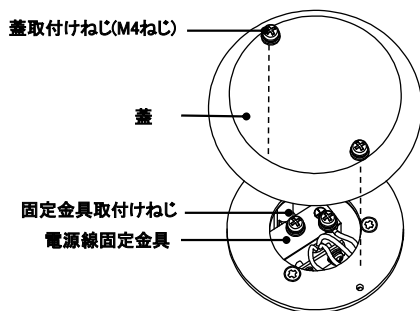

図7
- ④ 電源線固定金具をもとの位置に収納し、固定金具取付けねじ(M4ねじ)で固定してください。(図7)
接続した器具口出し線、電源線、アース線を器具の中へ収納してください。(図7)